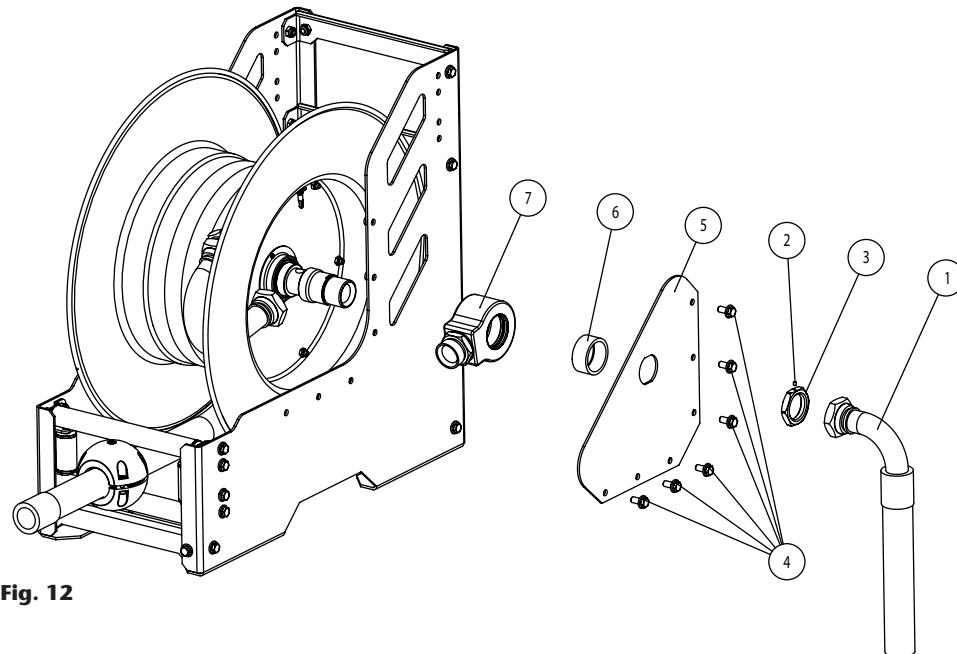
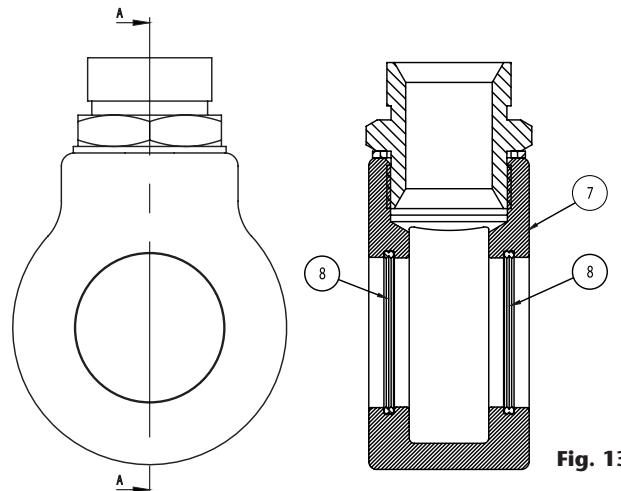

Fig. 12
Fig. 13
2. Loosen the set screw in the nut (2) (fig. 12) and remove said nut (3) (fig. 12).
3. Remove the screws (4) (fig. 12) and the lateral cover (5) (fig. 12) and the spacer tube (6) (fig. 12).
5. Remove the swivel (7) (fig. 12 & 13) and replace it with a new one, or replace the seals (8) (fig. 13). Make sure the seals are placed correctly.
2. Afloje el prisionero de la tuerca (2) (fig. 12) y desenrosque dicha tuerca (3) (fig. 12).
3. Desenrosque los tornillos (4) (fig. 12) y retire la chapa lateral (5) (fig.12) y el casquillo separador (6) (fig. 12).
5. Retire el cuerpo de rótula (7) (fig. 12 & 13) y sustitúyala por una nueva o bien sustituya las juntas (8) (fig. 13) asegurándose de que estén en la posición correcta.